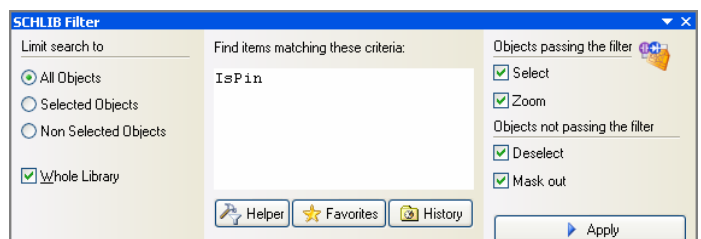

図30 SCHLIB Filter パネルを使用し、Library Editor内のライブラリ全体をピンをクエリとして検索
図30は回路図ライブラリの **SCHLIB Filter** パネルを示しています。クエリに **IsPin** が入力されています。このクエリが適用されると、(**Whole Library** オプションが有効になっているので、)すべてのライブラリの各オブジェクトがチェックされ、ピンオブジェクトが集められて結果セットに追加されます。それ以外のオブジェクトにはフィルタがかかります。
**SCHLIB Filter** パネル右側にあるオプションで結果の表示が変わります。図30から、(このケースでは)ピンがフィルタを通り、セレクト、ズームされます。それ以外の全オブジェクトはフィルタを通過せず、選択されず、マスクがかかります(フェードアウトされ、編集不可になります)。